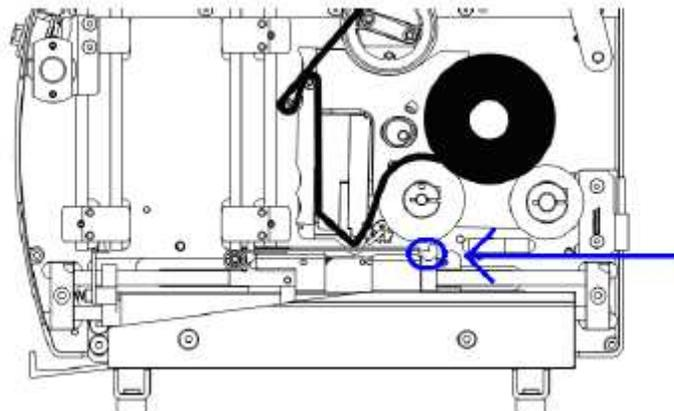

Figura 65 – Spingere la pinza in acciaio verso sinistra tenendo spenta l'alimentazione
6. Per spostare verso destra, premere il rullo (**figura 65**) verso destra
2. Usando un panno imbevuto di alcol isopropilico o un panno senza fili imbevuto di etanolo o alcol isopropilico; sfregare la base della testina (linea del riscaldatore) lungo la testina, lungo i bordi che entrano in contatto con la diapositiva, diverse volte fino a che non restino residui visibili sul panno (vedere la Figura 65)